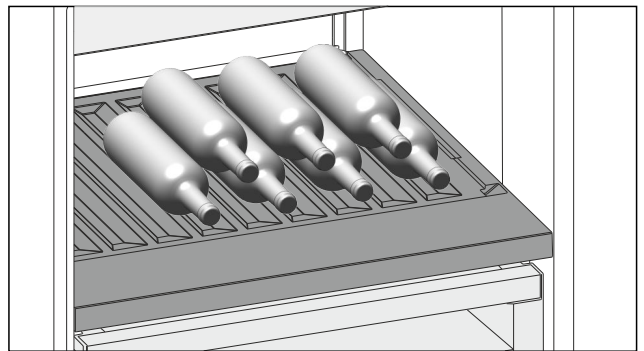

Fig. 213 Immagine a titolo di esempio
- Inserire le bottiglie con il fondo rivolto verso la parte posteriore. (vedere Fig. 213)